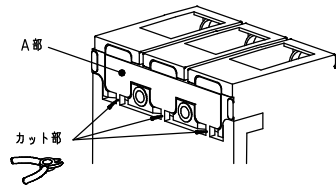

図8
- ④ プレーカ裏面のカット部(3ヶ所)をニッパー等で切断し、プレーカ本体からA部を切り離す。(内部より取出した六角ナットは不要です。)(図8)